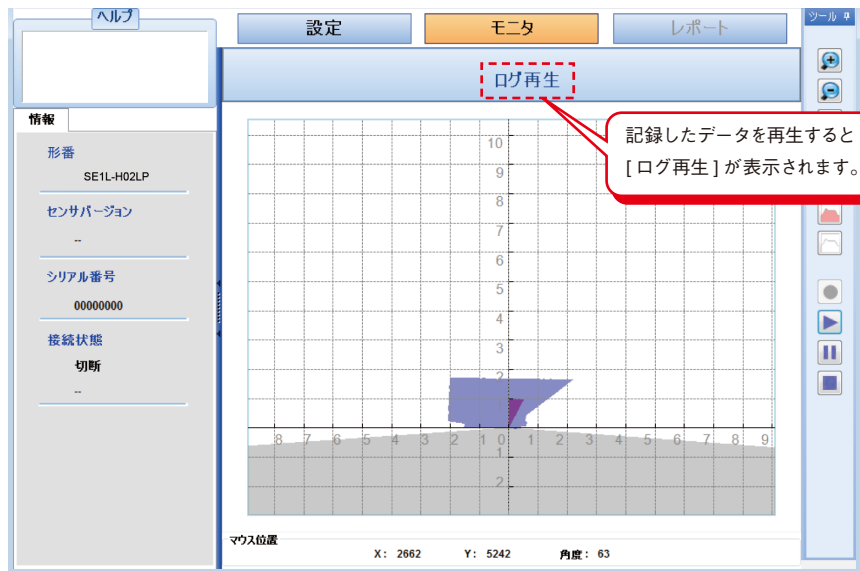

図7-60. ログ再生
- 記録したデータを再生するには、[ログ再生]ボタン ▶ をクリックしてください。記録したデータファイルを選択すると、一度だけ自動的にデータを再生します。図7-60に示すように、記録したデータを再生すると[ログ再生]が表示されます。